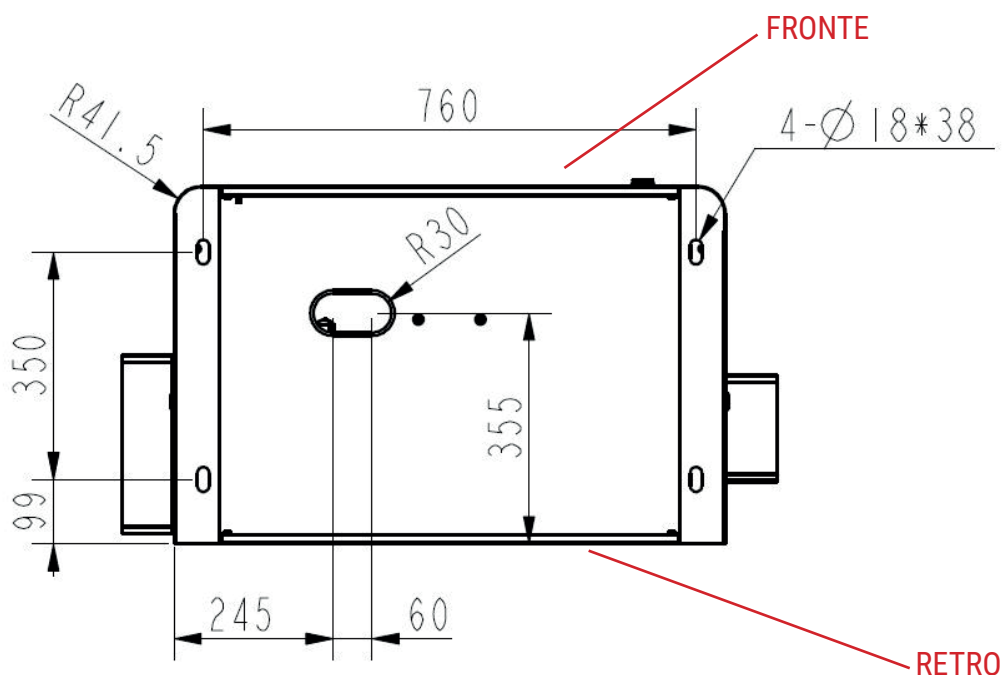
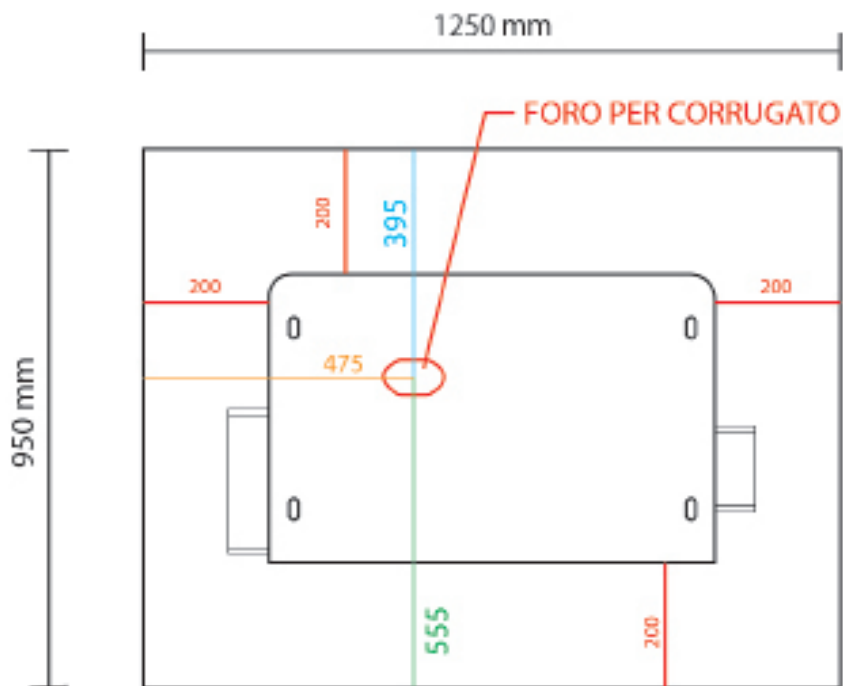

Figura 1 - Misure piastra di Fondo (misure in mm)
Figura 2 - Schema basamento (misure in mm)
- Se la superficie non è adatta, creare un basamento di cemento [Figura 2] delle dimensioni necessarie al fissaggio della stazione [Misure in mm nella Figura 1]